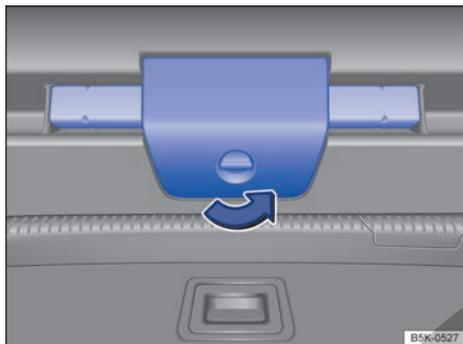

Fig. 70 En el portón del maletero: abrir el soporte del triángulo de preseñalización.
- Gire el cierre del soporte del triángulo de preseñalización 90° en el sentido contrario al de las agujas del reloj → fig. 70.